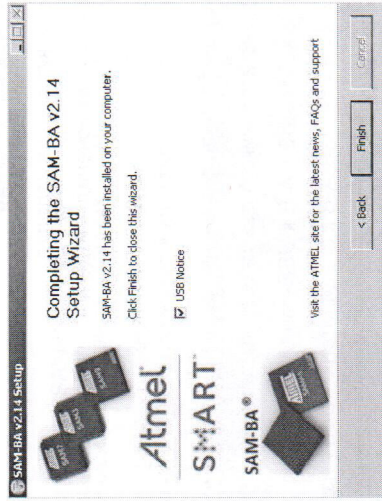

Рисунок 2.13 – Окно завершения установки
2.2.6.8 Для завершения установки в появившемся окне уберите галочку в пункте «USB Notice» и нажмите кнопку «Finish» (рисунок 2.13).